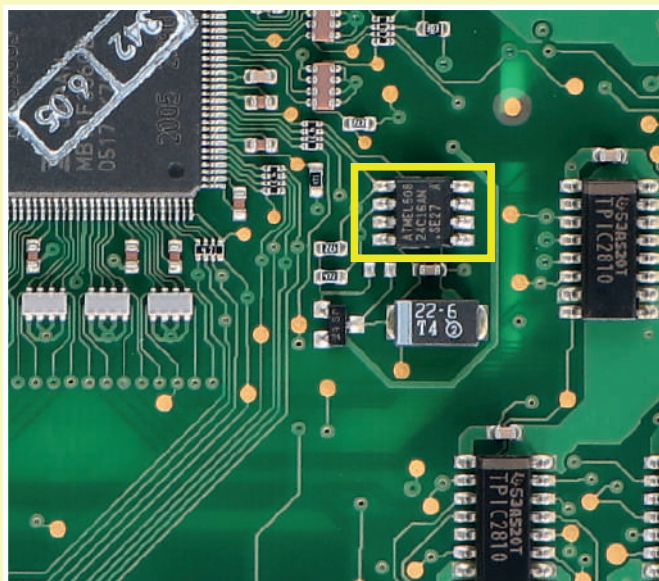

Figura 4
- Dissaldare ed effettuare un backup della EEPROM **24C16** (evidenziata in figura 4);